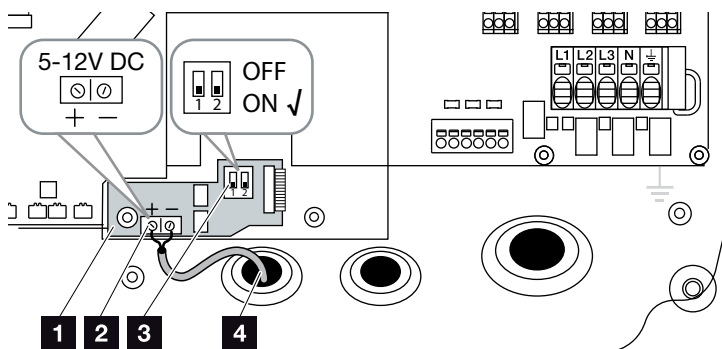

Fig. 26: Scheda KOSTAL Smart AC Switch
- 1.** Introdurre il cavo di comando nell'inverter e collegarlo alla morsettiera  **Fig. 26, pos. 2** della scheda.
- 3.** Posizionare su ON l'interruttore DIP  **Fig. 26, pos. 3**